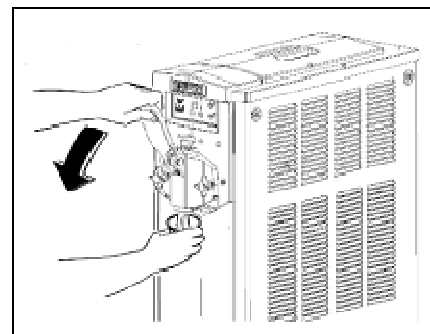

Abb. 3
- Den Zylinder entleeren und den Vorgang wiederholen, bis das verwendete Wasser klar bleibt (Abb.3).